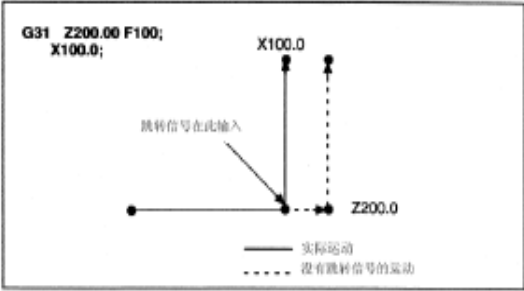

图 3-14
- 9) G31 的下一个程序段是 1 个轴的绝对坐标编程，见图 3-14